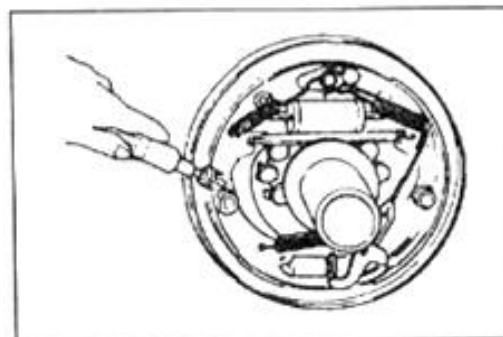

Рис. 6-9
(3) Снимите три другие неподвижные пружины (рис. 6-9).